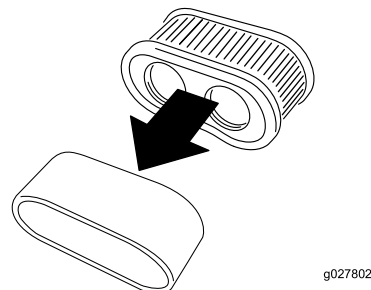

Figura 37
5. Separate gli elementi in schiuma sintetica e di carta (Figura 37).